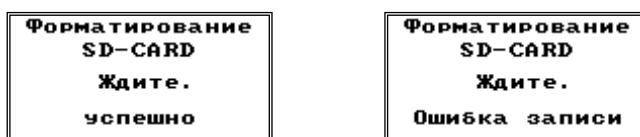

Рисунок 120
7.9.18 При успешном окончании процесса форматирования кратковременно отображается информационное сообщение, после чего пульт ДУ переходит к отображению меню регистрации (рисунок 120). При возникновении ошибок в процессе также выводится соответствующее сообщение. Для возврата в меню верхнего уровня используйте кнопку **Esc**.